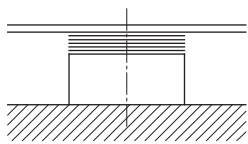
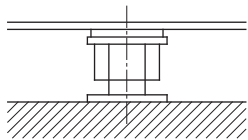

Fig. 5: Udligningsskiver på fundamentoverfladen
Fig. 6: Nivelleringskruger på fundamentoverfladen
- Læg udligningsskiver (tykkelse ca. 20–25 mm) på hvert skruehul på fundamentoverfladen (se fig. 5). Alternativt kan der også anvendes nivelleringskruger (se fig. 6).